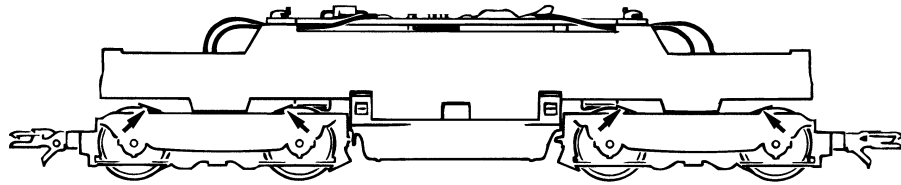

Fig. 7
3. Haftreifenwechsel: Zuerst den Getriebedeckel abnehmen (Fig. 4). Danach den **Radsatz** herausnehmen und die **Haftreifen** mit einer Nadel od. mit einem feinen Schraubendreher abziehen (Fig. 7). Beim Aufziehen der neuen Haftreifen darauf achten, dass diese sich nicht verdrehen.
3. Change of traction tyre: Remove the gear cover (fig. 4). Take out **wheel set** and remove **traction tyre** using a pin or a fine screwdriver (fig. 7). When pressing on the new traction tyre please **avoid twisting it**.